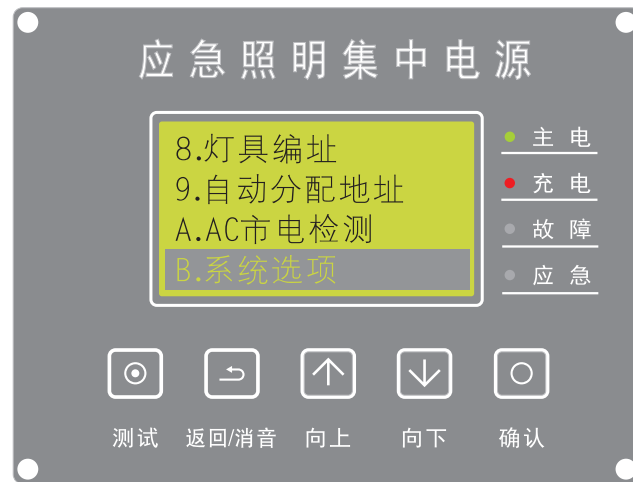

图31
(12)、系统选项：在主屏时，按【确认】键进入菜单，按【向上/向下】键选择【系统选项】（如图31）按【确认】键进入。